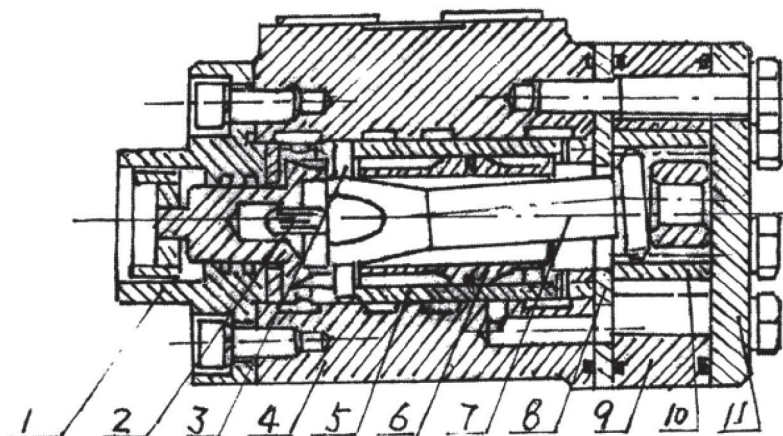

Рис. 11. Схема гидравлического рулевого механизма.
- a. Структура гидравлического рулевого механизма показана в Рис. 11. Ротационный клапан сервопривода, состоит из клапана (7), втулки клапана (6) и корпуса клапана (5), контролирует направление потока гидравлического масла. Статор (9) и ротор (10) составляют пару циклоидального зубчатого зацепления, которое функционирует как клапан управления потоком, который перегоняет гидравлическое масло в управляющий цилиндр, который непосредственно связан с углом поворота рулевого колеса. Сцепление стержня (8) передает вращающий момент.